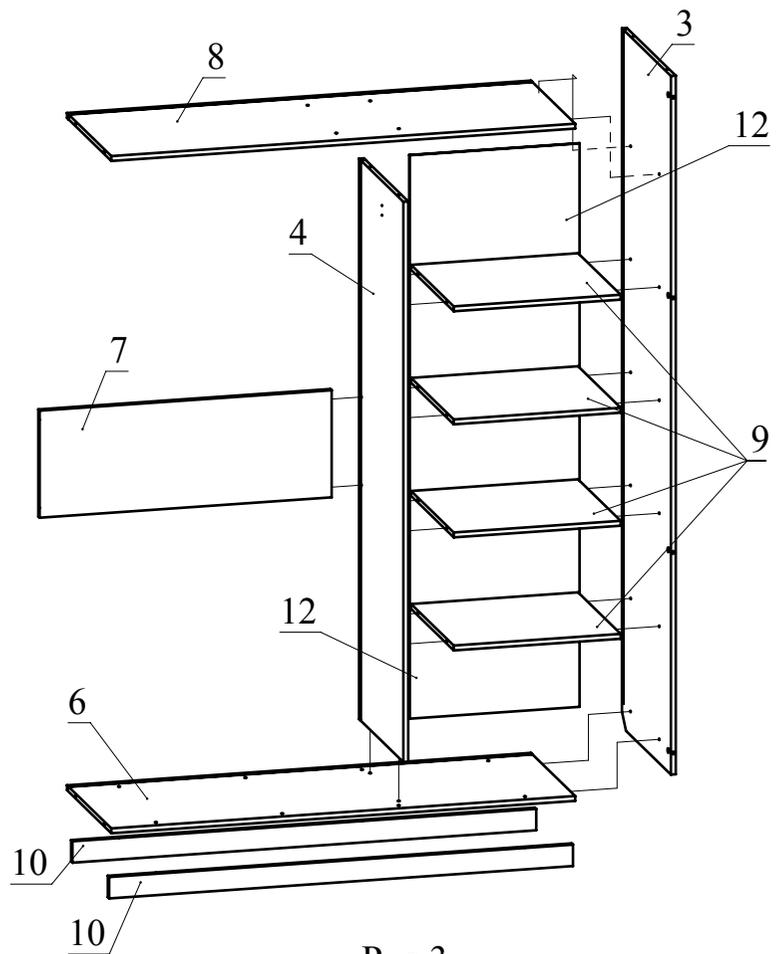

Рис.3
3. С помощью конфирматов 7х50 соедините детали 10 с деталью 6. Затем соедините детали 6, 7, 8, 9 с деталью 4. Вставьте деталь 12 в пазы деталей 4, 6, 8 и соедините деталь 3 с деталями 6, 8, 9, 10, затянув головки минифксов конфирматным ключом по часовой стрелке до упора (Рис. 3).